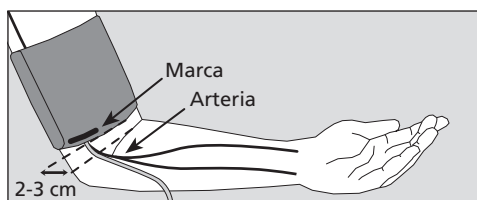

Figura 2
- ➔ Deslice el manguito abierto sobre el brazo hasta que el borde inferior del manguito se sitúe a unos 2-3 cm del pliegue del codo. El manguito debe colocarse de modo que la marca quede sobre la arteria (véase la Figura 2).